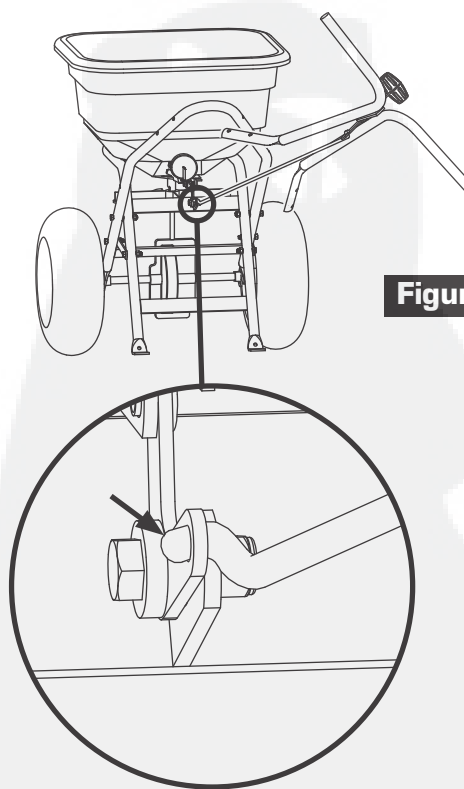

Figure 9
9. Tournez l'assemblage de poignée vers le côté et installez la timonerie sur le levier de la trappe de débit, comme illustré dans la figure 9.